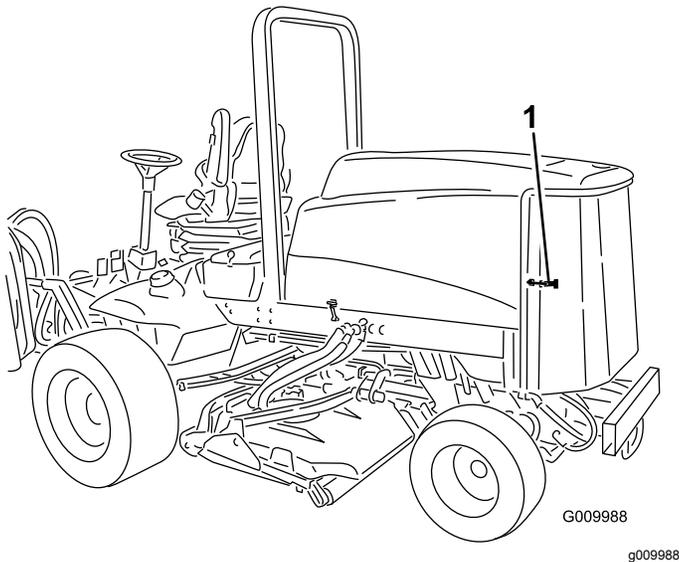

Figura 78
1. Sbloccate la griglia posteriore ed apritela (Figura 78).